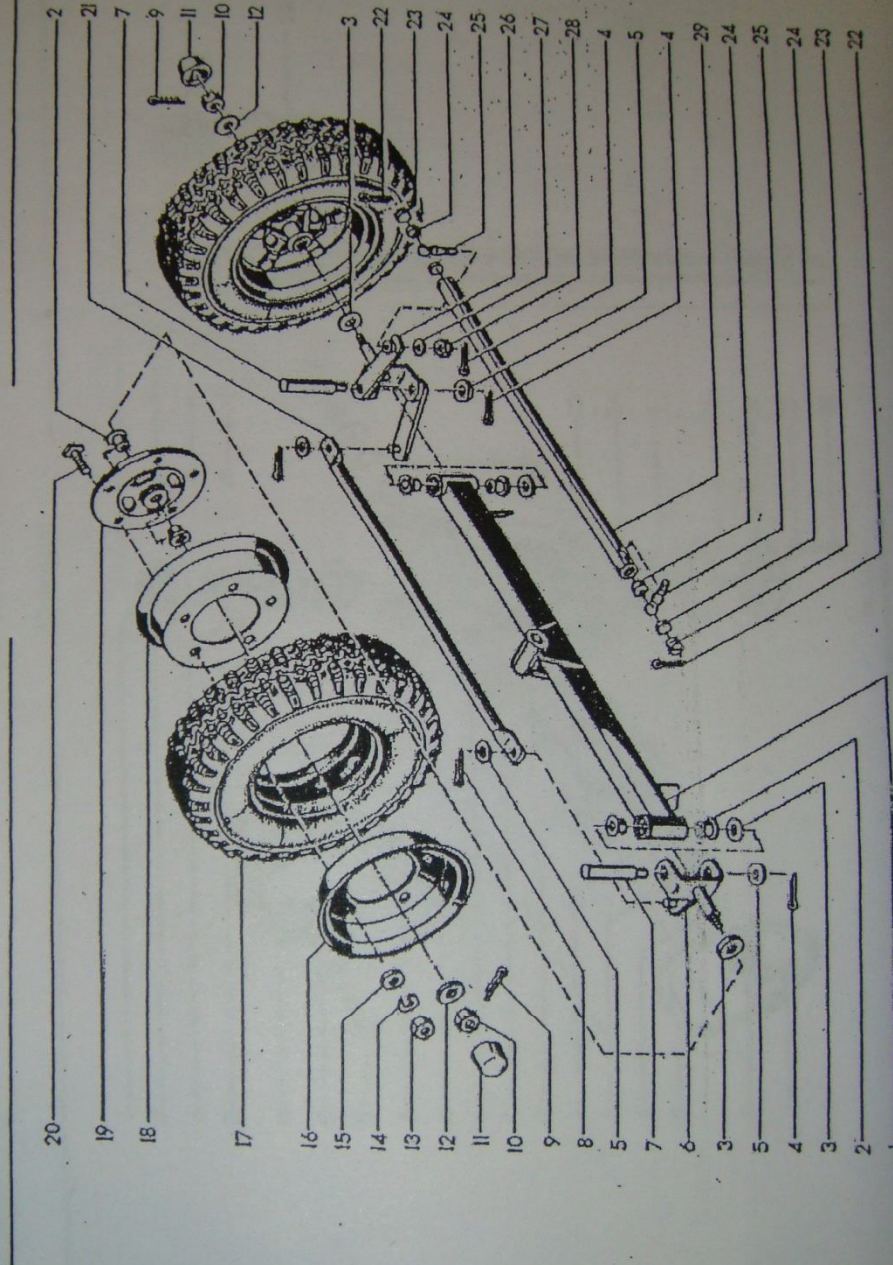

Рис. 3.17
3.14. Мост (рис.3.17) предназначен для осуществления поворотов протравливателя и является его опорой.
Подрисуночный текст к рис. 3.17